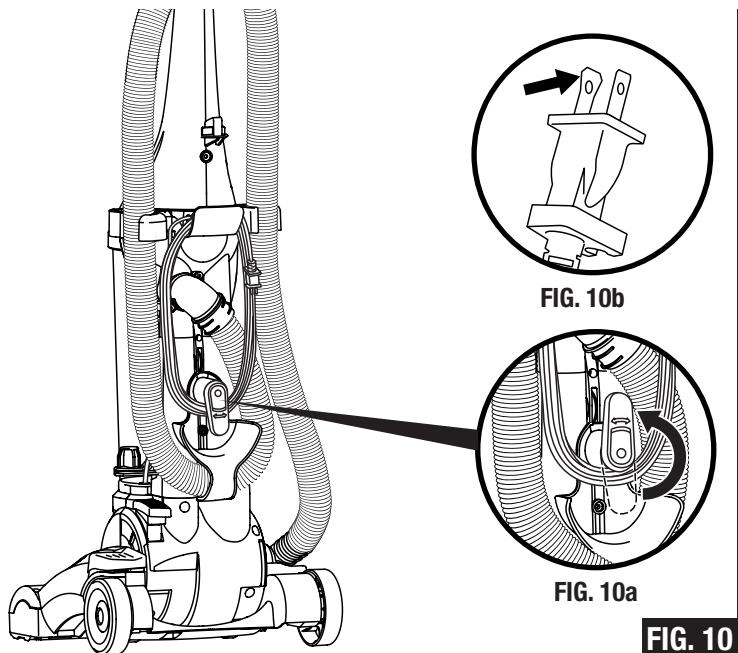

FIG. 10
Step 1: Plug in Vacuum. (FIG. 10) Unwrap the cord by turning the quick release cord hook (FIG. 10a), unwind the cord and plug into an appropriate outlet. The plug has a wider prong that will only fit one way into the receptacle (FIG. 10b).
Étape 1 : Branchez l'aspirateur (FIG. 10). Déroulez le cordon en actionnant la manivelle et branchez dans une prise adéquate (FIG. 10a). L'une des fiches de la tige est munie d'une tige plus large que l'autre, de sorte qu'elle ne peut être insérée dans la prise de courant. (FIG. 10b)
Paso 1: Enchufe la aspiradora (FIG. 10). Desenrolle el cordón girando el gancho de liberación rápida del (FIG. 10a) cordón y enchúfelo a un tomacorriente adecuado. El enchufe tiene una clavija más ancha y calzará de una sola manera en el tomacorriente (FIG. 10b).